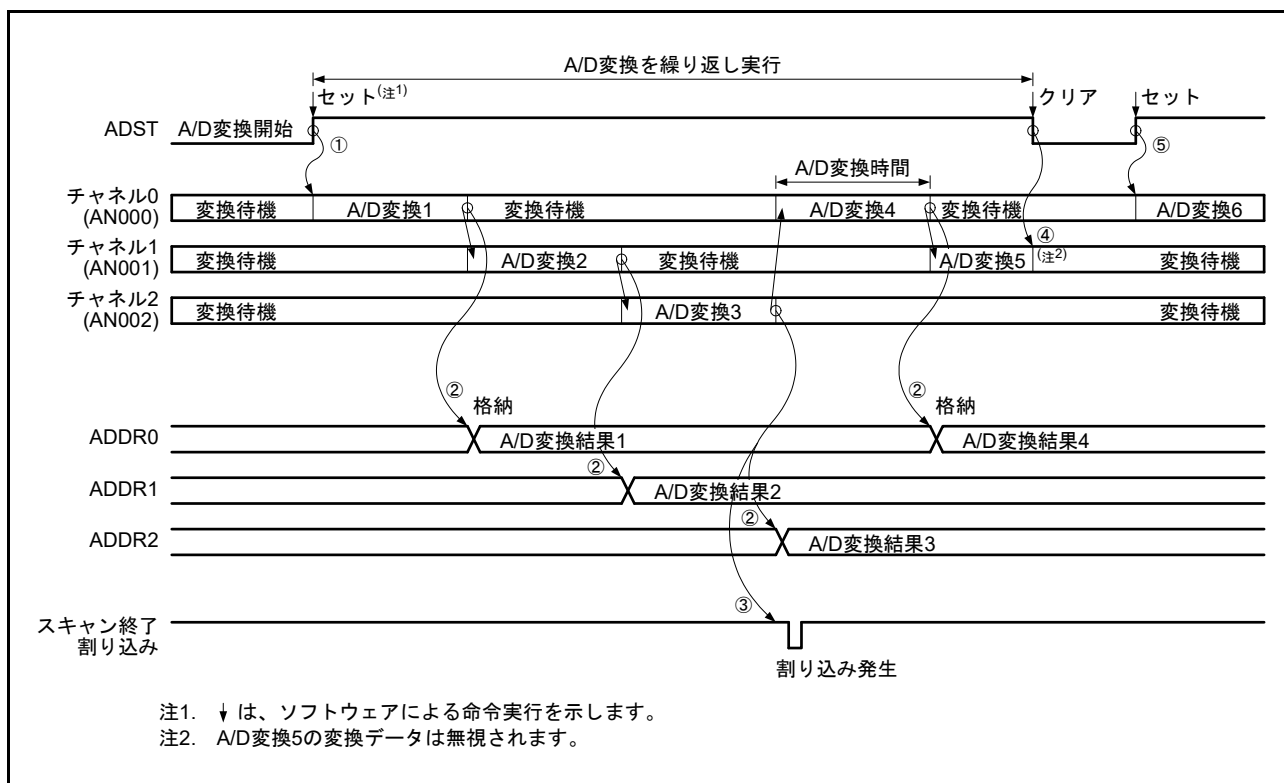

図 38.21 連続スキャンモードの動作例 (基本動作 : AN000、AN001、AN002 選択)
- (1) ソフトウェア、同期トリガまたは非同期トリガ入力によって ADCSR.ADST ビットが“1” (A/D 変換開始) になると、ADANSA0、ADANSA1 レジスタで選択したアナログチャンネルを ADSCSn レジスタで設定した変換順序に沿って A/D 変換を開始します (図 38.21 の変換順序設定 : AN000 → AN001 → AN002)。
- (2) 1 チャンネルの A/D 変換が終了すると、A/D 変換結果は対応する A/D データレジスタ (ADDRy) に格納されます。
- (3) 選択されたすべてのチャンネルの A/D 変換終了後、ADCSR.ADIE ビットが“1” (スキャン終了割り込みを許可) に設定されていると、スキャン終了割り込み要求が発生します。